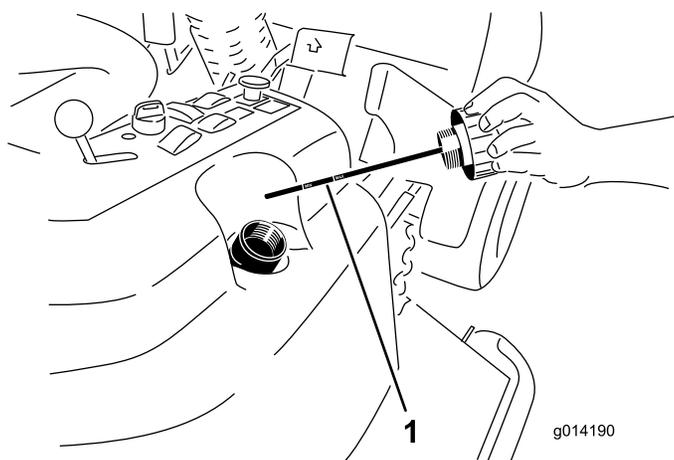

Figure 40
4. Enlevez le bouchon (Figure 40) du goulot de remplissage du réservoir hydraulique.
5. Retirez la jauge et essuyez-la sur un chiffon propre (Figure 40).
6. Vissez la jauge dans le goulot de remplissage, ressortez-la et vérifiez le niveau de liquide (Figure 40).